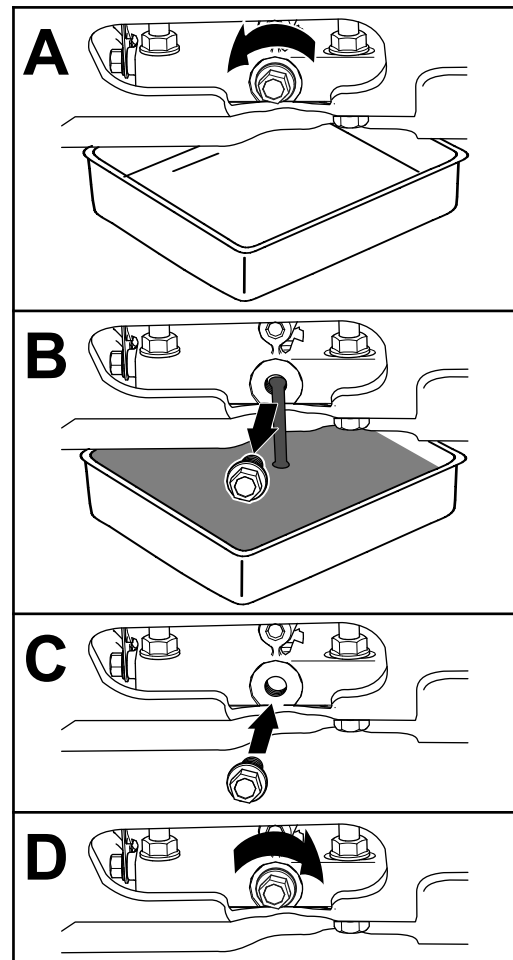

Figure 37
- Vidangez l'huile moteur, comme montré à la Figure 37.